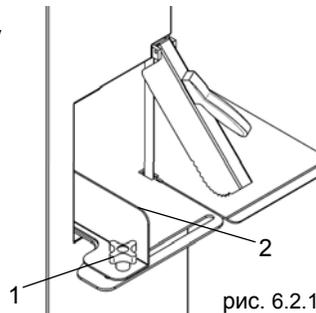

рис. 6.2.1
6.2 - Предварительная регулировка (рис. 6.2.1)